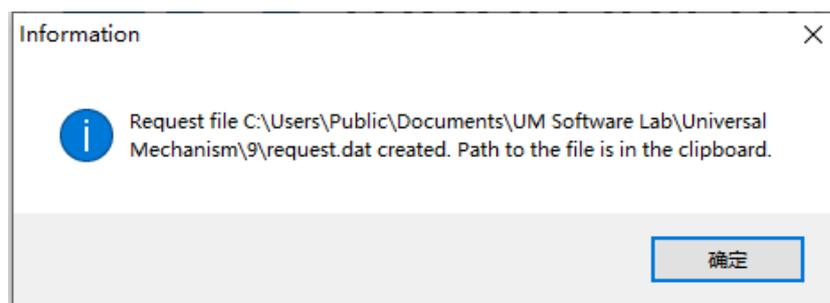

图 001-2 生成 request.dat 文件
4、点击 **Crete registration request file** 生成 **request.dat** 文件，如图 001-2。